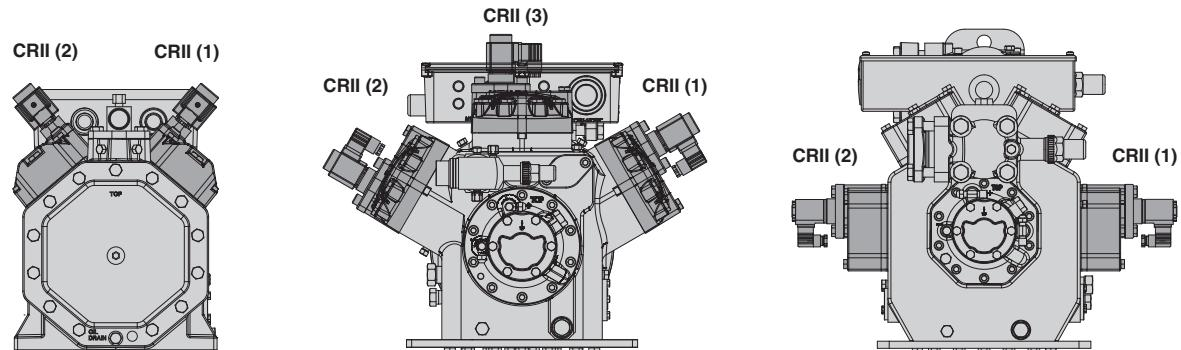

Abb. 5: ECOLINE 4-, 6- und 8-Zylinder-Verdichter mit CRII-System jeweils vollständig ausgerüstet
Montageposition der Ventilobersteile für Leistungsregelung, siehe Abbildung 5, Seite 37.
• Tandemverdichter: Mit Blick auf eine mögliche Grundlastumschaltung sollten beide Verdichterhälften mit der gleichen Anzahl CRII-Zylinderköpfe bestückt werden, siehe Abbildung 5, Seite 37.